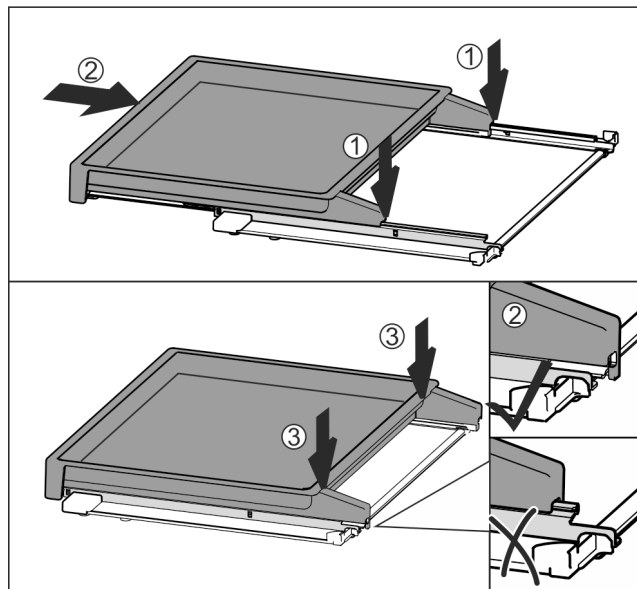

Fig. 115
- Поставете в средата върху релсите Fig. 115 (1).
- Вкарайте изцяло изтеглящата се дъска Fig. 115 (2).
- Натиснете от задната страна, докато се фиксира с щракване Fig. 115 (3).